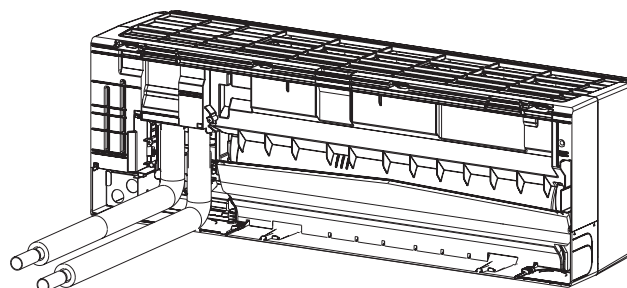

Fig. 3-20
- (8) Fixer les matériaux d'isolation ⓬ aux parties découpées Ⓓ des cache-tuyaux pour les isoler. (Fig. 3-20)
- (9) Fixer le couvercle de boîtier Ⓐ.